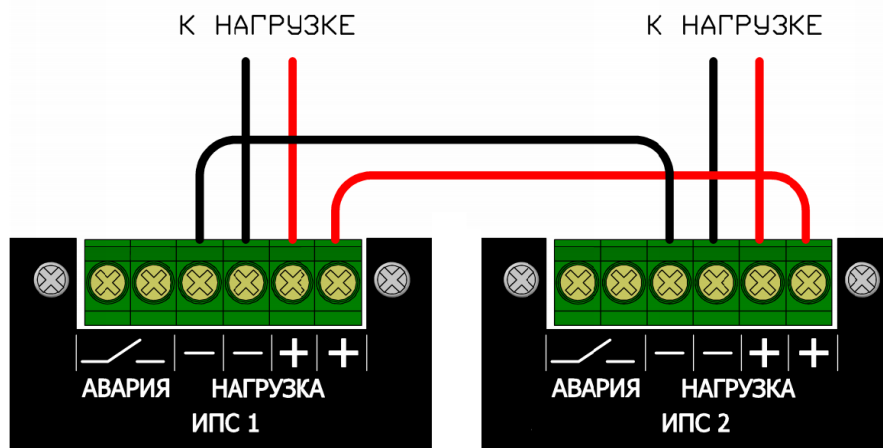

Рисунок 3. Параллельное включение ИПС.
5.3. Серийные ИПС допускают включение на параллельную работу (см. рис.3). При этом будет обеспечиваться селективная дистанционная сигнализация ИПС, так как реле сигнализации исправности включены до разделительных выходных ключей ИПС.